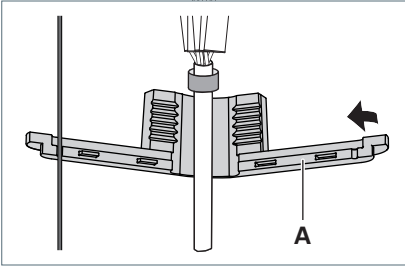

Fig. 17: Kabelführung anbringen.
- ▶ Legen Sie die Kabelführung **A** um die Anschlussleitung und das Drahtseil, siehe Fig. 17.